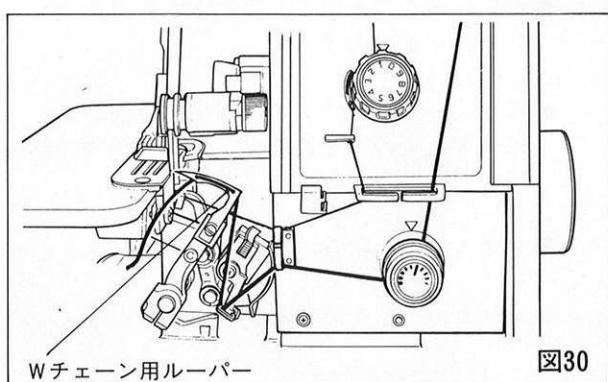

図30
- Wチェーン用ルーパーのまづ向って右側の穴に、続いて左側の穴に糸を通す。(図30)